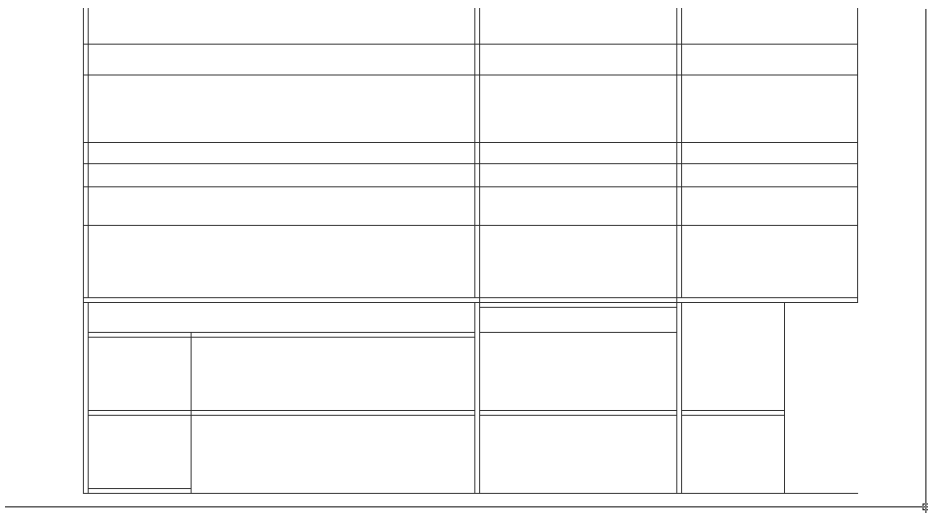

Рис. 8.11 ▼ Контуры основных объектов нижней части сформированы
- Обрежьте линии так, как показано на рис. 8.11, для формирования контуров малой тумбы, парты и угловой полки дополнительного рабочего места.